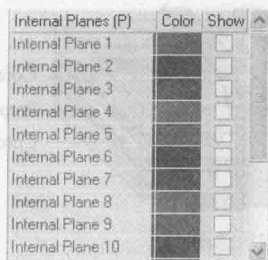

图 1-8 内部层
(4) 内部层：主要用来作为信号布线层，如图 1-8 所示，Protel DXP 中共包含 16 个内部层。